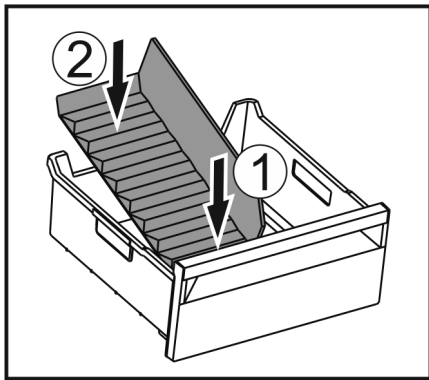

Fig. 55
- ▶ Voorste deel van de ijsvak-scheider plaatsen. Fig. 55 (1)
- ▶ Achterste deel van de ijsvak-scheider tot de bodem van de lade laten zakken. Fig. 55 (2)